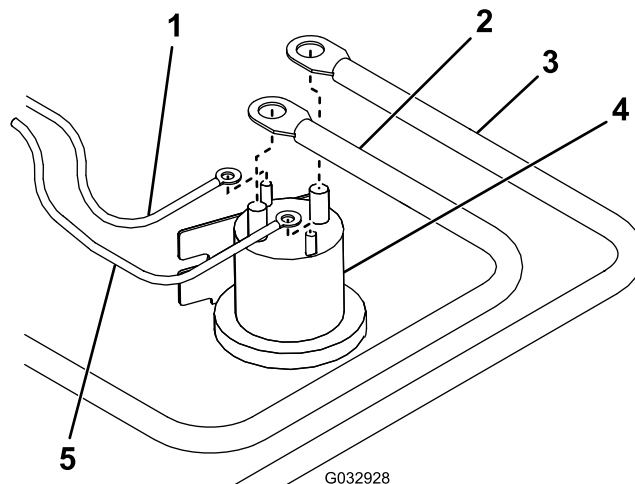

Figura 2
19. Conecte el cable blanco/negro del arnés de cables al borne pequeño del solenoide de la bomba (Figura 2).
20. Conecte el cable marrón del arnés de cables al otro borne pequeño del solenoide de la bomba (Figura 2).
22. Conecte el cable de corriente/masa rojo al borne grande del solenoide de bomba (Figura 2).
23. Conecte el cable de la batería al otro borne grande del solenoide de bomba (Figura 2).